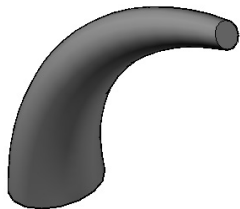

图 14-41 按路径放样的实体
2 在功能区“实体”选项卡的“实体”面板中单击“放样”按钮，接着按放样次序依次选择圆 1、圆 2 和圆 3，按〈Enter〉键确认，并在“输入选项 [导向(G)/路径(P)/仅横截面(C)/设置(S)] <仅横截面>:”提示下选择“路径 (P)”选项，然后在图形窗口中选择圆弧作为路径轮廓，则放样成型的实体效果如图 14-41 所示。